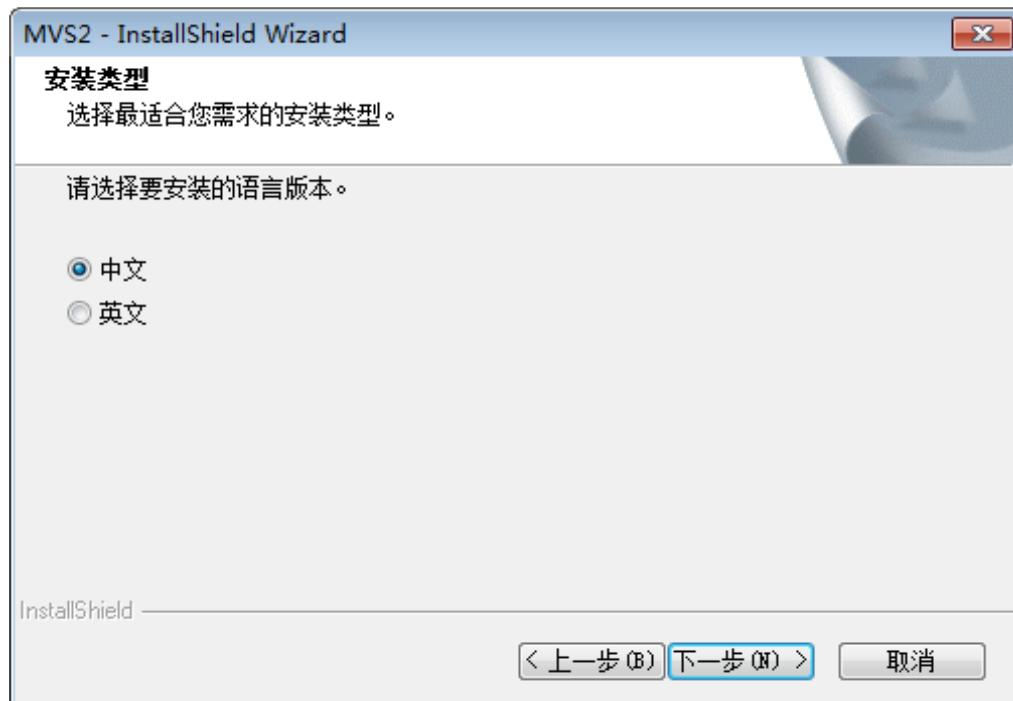

图2-1 安装界面
3. 进入安装选择界面，选择需要安装的语言，点击下一步(Next)，安装示意图如图 2-1 所示。